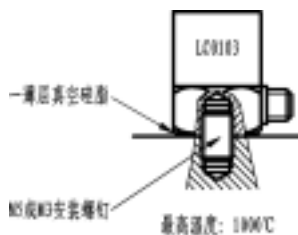
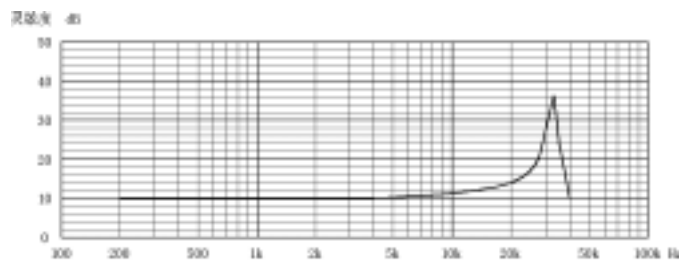

图 4 螺钉安装示意图
图 5 螺钉安装频响曲线图
(1)螺钉安装：安装螺孔轴线与测试方向要一致，螺纹孔深度不可过浅，以免安装螺钉过分拧入传感器，造成基座弯曲而影响灵敏度。每只压电加速度传感器出厂时都配有一只钢制安装螺钉 M5（或 M3），用它将加速度传感器和被测试物体固定即可。M5 安装螺钉推荐安装力矩 20kgf.cm，M3 安装螺钉推荐安装力矩 6kgf.cm。安装后传感器与安装面应紧密贴实，不应有缝隙。螺钉安装示意图及频响曲线图如图 4、图 5 所示：